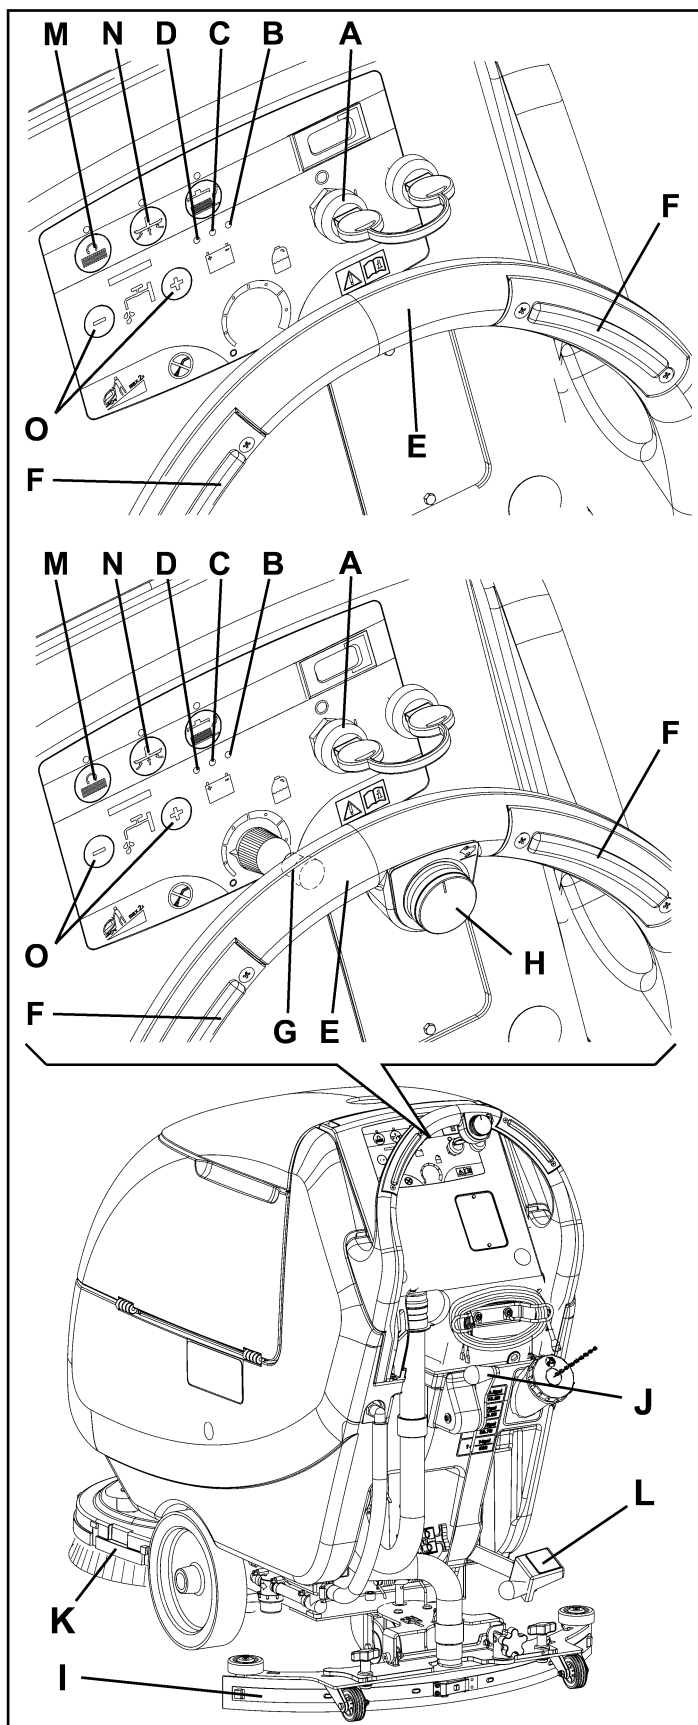

Figure 16
2. Introduire la clé de contact (A, Fig. 16) et la tourner en position "I".